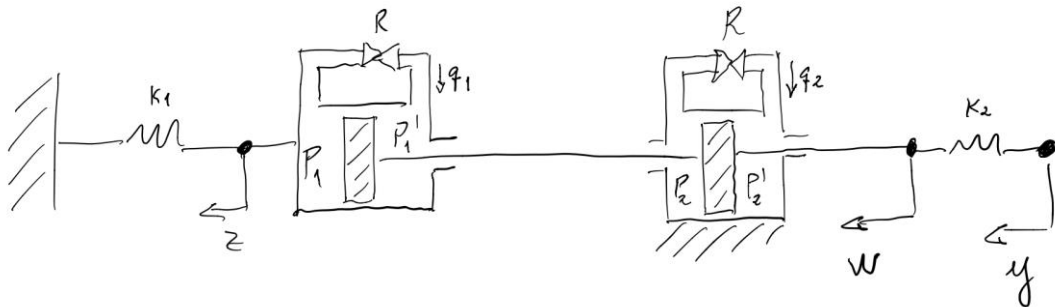

Figura 3. Parte inferior do sistema hidráulico da Figura 2.
- a) A Figura 3 mostra a parte inferior do sistema hidráulico. Este possui o atuador do servomotor, dois conjuntos pistão-cilindro (1 e 2) e duas molas com constantes K_1 e K_2 . O pistão do atuador do servomotor está conectado ao eixo da direita, que por sua vez se conecta à mola K_2 . A outra extremidade da mola K_2 conecta-se através do eixo do centro, que por sua vez conecta o pistão 2 e o pistão 1. O eixo da esquerda está conectado a um dos terminais da mola K_1 , à haste de realimentação e ao cilindro 1. A outra extremidade da mola K_1 está fixa. O cilindro 1 está livre para movimentar-se e o cilindro 2 está fixo. A variável $y(t)$ descreve o movimento do eixo da direita, a variável $w(t)$ descreve o movimento do eixo do centro e a variável $z(t)$ descreve o movimento do eixo da esquerda. As setas indicam a direção positiva dessas variáveis. A massa dos elementos descritos são desconsideradas.
- c) Usando os resultados de (a) e (b), o fluxo em cada um dos cilindros sobre a restrição R e o princípio da conservação de massa deslocada pelos pistões, encontre as equações diferenciais que regem o sistema da Figura 3 e, a partir destas, encontre a função de transferência $Z(s)/Y(s)$. A densidade do óleo presente em todo o sistema hidráulico é dada por ρ . A função de transferência deve ser descrita em pelas constantes T_1 e T_2 , onde $T_1 = B/K_1$ e $T_2 = B/K_2$ e $B = A^2 R \rho$, onde A é a área dos pistões.